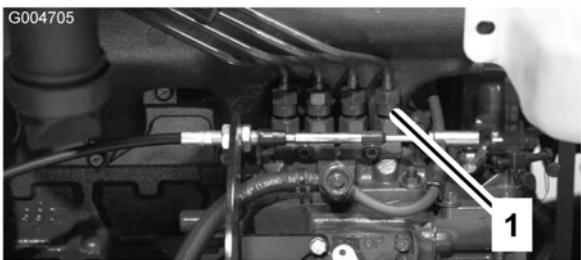

Figura 53
1. Allentate l'attacco del tubo con l'asse del supporto e dell'ugello dell'iniettore n. 1 sulla pompa di iniezione (Figura 53).